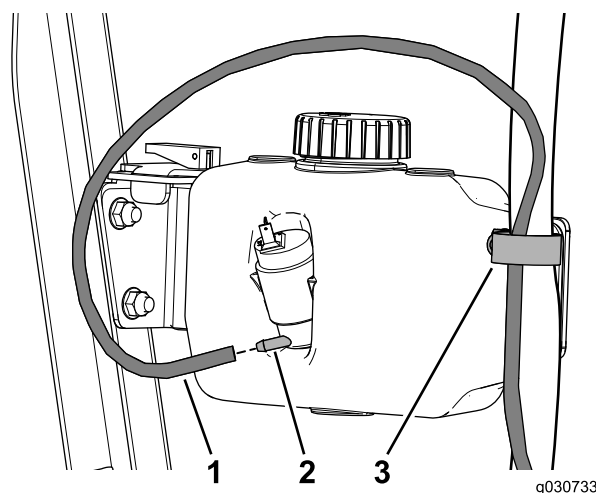

Figura 42
2. Disponete il flessibile di lavaggio attraverso il serratubi a R e collegatelo al serbatoio lavacristallo (Figura 42).